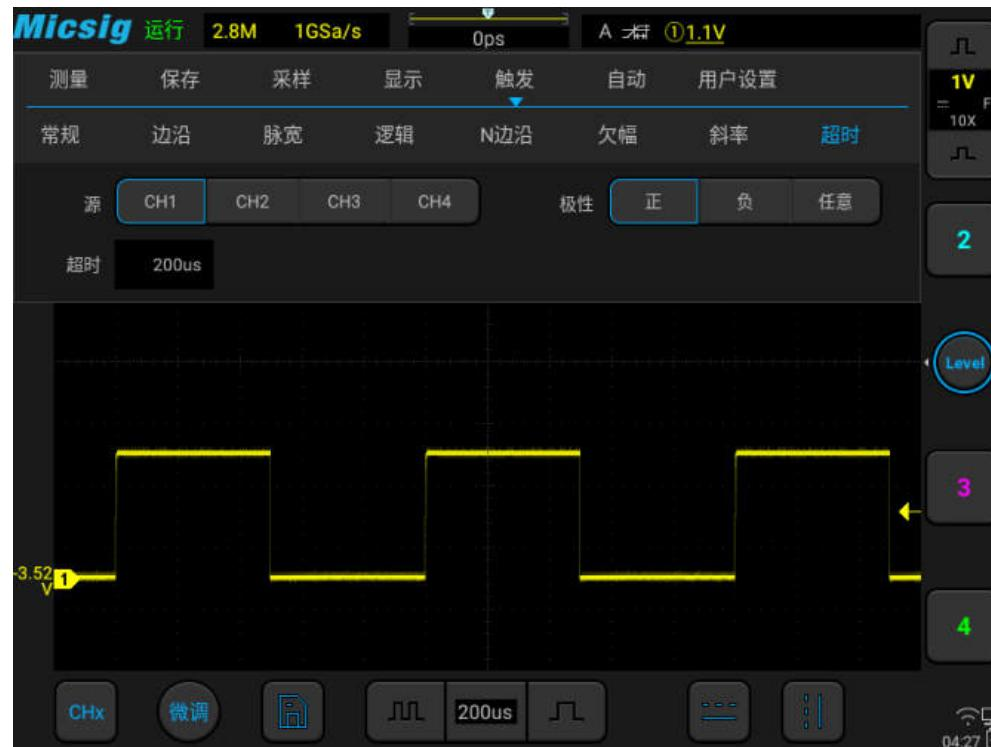

图6-29 超时触发
1) 打开触发菜单，轻点“触发”打开触发菜单，在触发类型中选择超时触发，对超时触发进行如下设置，见图 6-29：